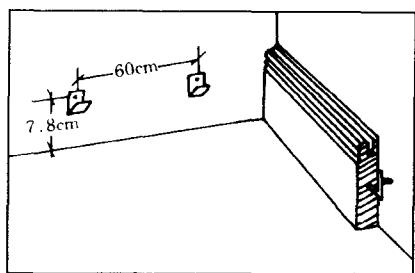

图 1-16 踢脚线安装
② 踢脚线安装。将踢脚线挂钩用膨胀螺栓或钢钉固定在墙上。挂钩孔与地面的距离为 7.8cm，每隔 60cm 固定一只钩。然后将一端已加工成 45°角的踢脚线挂到挂钩上，湿度高的地区，两根踢脚线结合处须留出适当的伸缩缝，特别在放家具墙角，伸缩缝应考虑多一些，如图 1-16 所示。